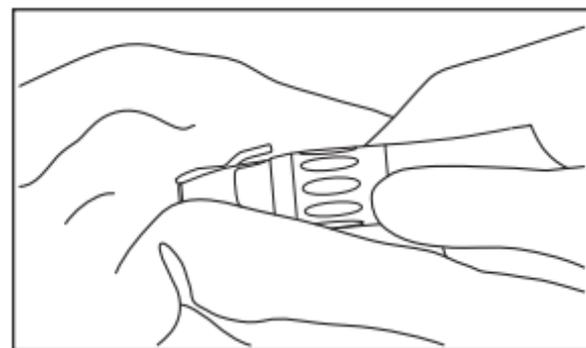

Fig. 8
3) Limpe o exterior do instrumento utilizando um pano humedecido com desinfetante ou álcool desinfetante com uma concentração de 60-90% (Fig. 8).